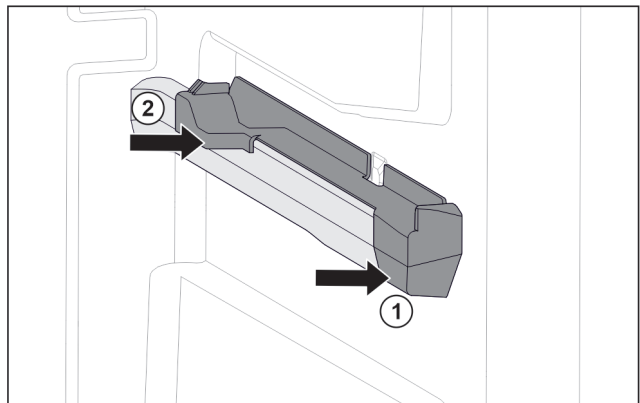

Fig. 30 Piesă de fixare pe nervura din dreapta a recipientului
- ▶ Așezați piesa de fixare în față pe nervura recipientului. Fig. 30 (1)
- ▶ Apăsați piesa de fixare spre spate. Fig. 30 (2)